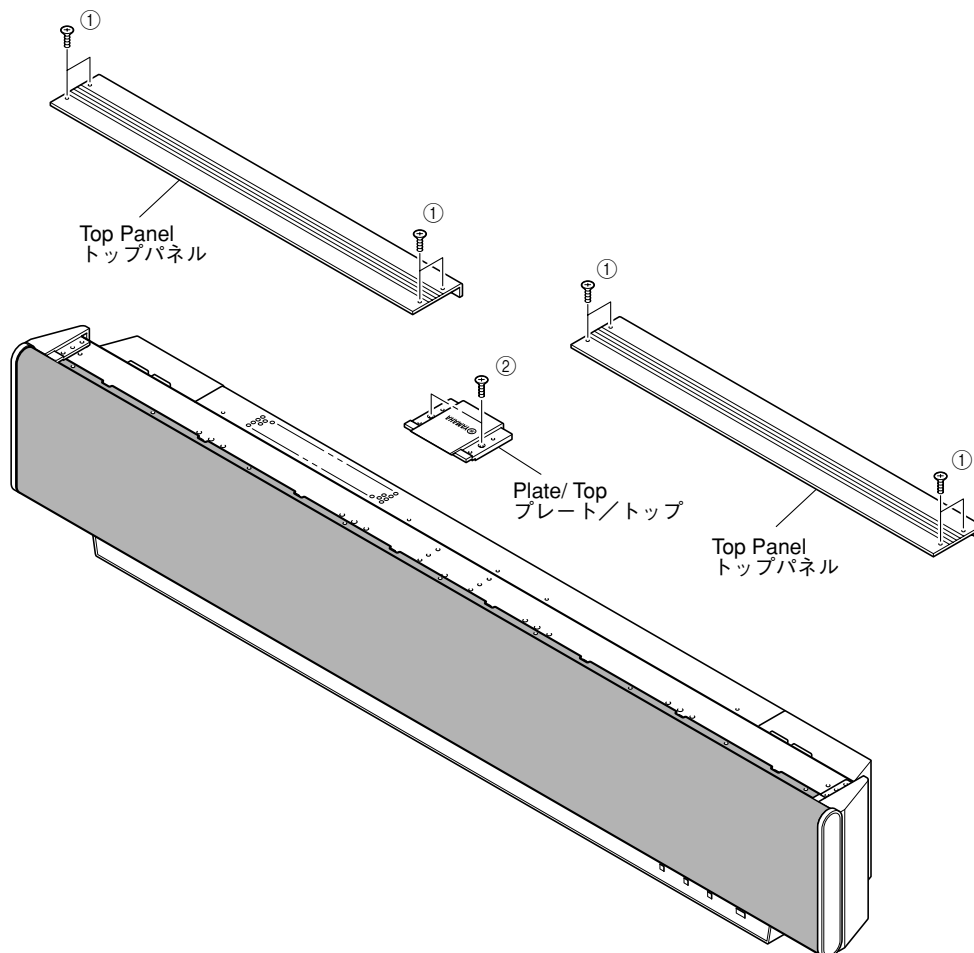

Fig. 1
- Remove 8 screws (①). (Fig. 1)
- Remove 2 screws (②). (Fig. 1)
- ①のネジ8本を外します。(Fig. 1)
- ②のネジ2本を外します。(Fig. 1)